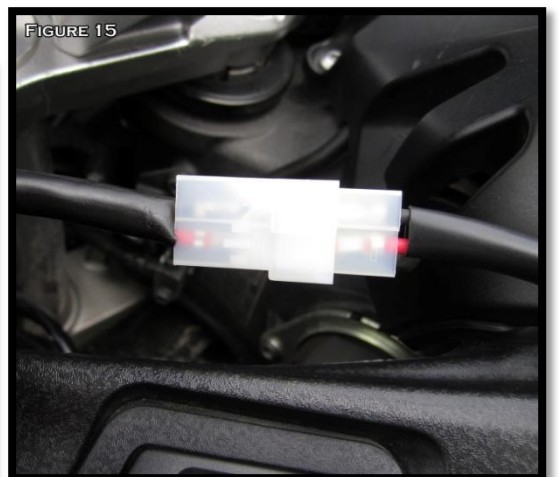

FIGURE 16
- 6) Coloque el fusible suministrado en la caja de fusibles del toma corriente. **(Fig. 16)**